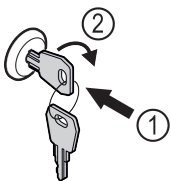

Fig. 152
- ▶ Sleutel erin duwen. Fig. 152 (1)
- ▶ Sleutel 90° rechtsom draaien. Fig. 152 (2)